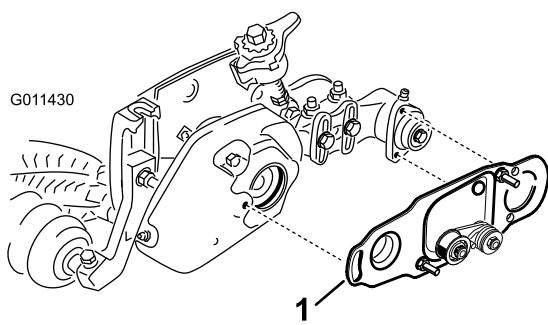

Рисунок 48
- Если установлена вращающаяся щетка, убедитесь в том, что пластина щетки (Рисунок 48) расположена параллельно боковой пластине режущего блока и полностью вставлена в резиновые втулки.